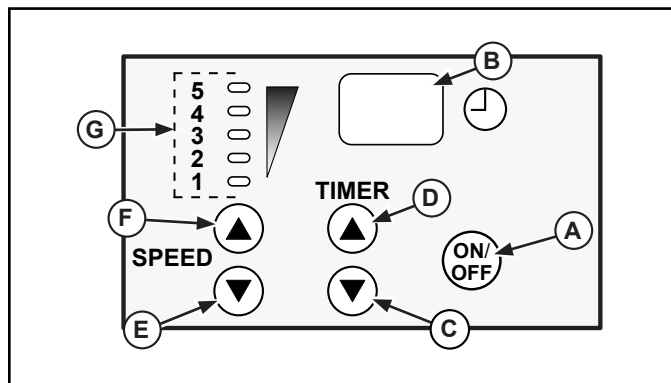

Figure 5. Panneau commande mélangeur 7 qt (6,6 l) et 10 qt (11 l).
2. Sélectionnez la vitesse opératoire en fonction des ingrédients. Utilisez le bouton de vitesse + (E) ou - (F) pour programmer la vitesse (Figure 5).
3. Programmez la durée du cycle si vous le souhaitez à l'aide du bouton + (C) ou - (D) de la minuterie. La durée de cycle maximum est de 30 minutes.
4. Pour commencer le cycle de mélange, appuyez sur On/Off (A). Le mélangeur continue à fonctionner jusqu'à ce que vous appuyiez sur On/Off (A). Ou bien, le mélangeur fonctionnera jusqu'à la fin du cycle programmé.